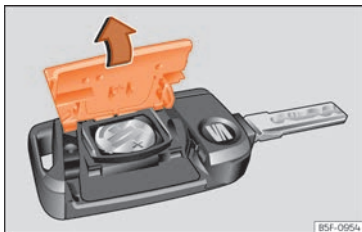

Fig. 94 Llave del vehículo: apertura de la tapa del compartimento para la pila.
- Retire la tapa en la parte trasera de la llave del vehículo »» fig. 94 en la dirección de la flecha »» ①.
- Coloque la tapa tal como se muestra »» fig. 94 y presiónela en la carcasa de la llave del vehículo en sentido contrario a la flecha hasta que encastre.